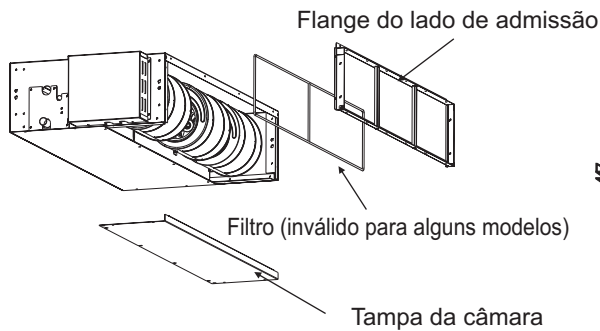
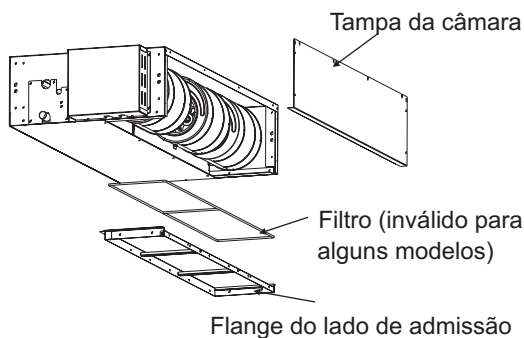

Fig. 3.1.3
Fig. 3.1.4
(2) Volte a ligar a tampa da câmara retirada na orientação mostrada na FIG, religue o flange do lado de admissão retirada na orientação mostrada na Fig. 3.1.3, consulte a Fig. 3.1.4 para a direcção do flange do lado de admissão.